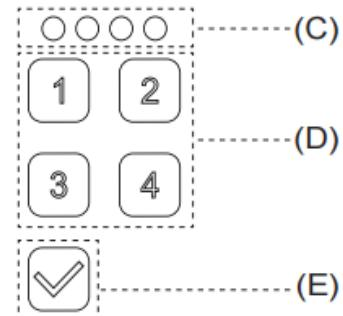

Figure 7
- 잠금을 해제하려면 숫자 패드(D)에 비밀번호를 입력하십시오. 숫자를 입력할 때마다 표시등(C)이 켜집니다. 비밀번호 입력이 완료되면 패드에서(E)를 누릅니다.(Figure 7)